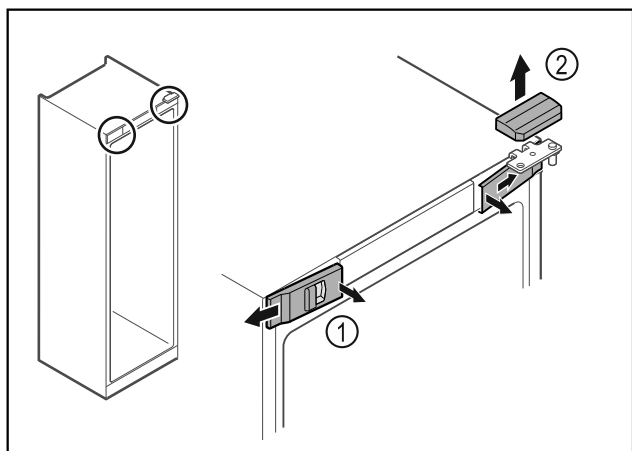

Fig. 17
- ▶ Haakige eesmised katted Fig. 17 (1) seest lahti ja võtke küljele maha.
- ▶ Võtke ülemine kate Fig. 17 (2) ülespoole maha.